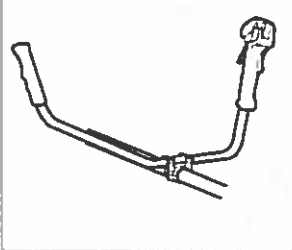

FIG.2
MOTOR/TRANSMISSION-ENHEDEN Fig. 2
Tilslut motoren (1) til transmissionen (2) ved hjælp af skrue (3) fig. 2.